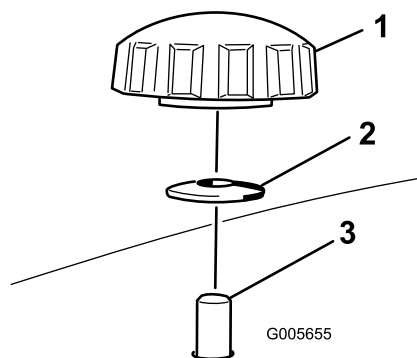
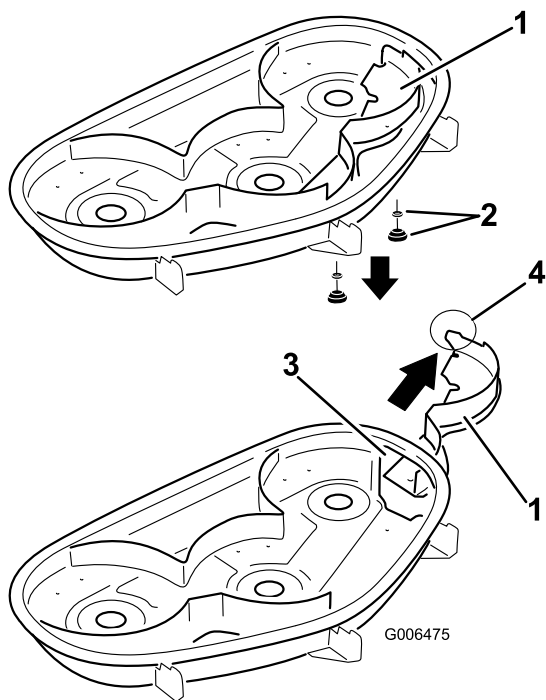

Figura 19
Figura 20
4. Togliete le 2 manopole e le rondelle curve che fissano il diaframma destro al tosaerba come illustrato nella Figura 19.
5. Togliete il diaframma destro e abbassate il deflettore dell'erba sull'apertura di scarico come illustrato nella Figura 20 e Figura 19.
4. Infilate il diaframma destro nell'apertura di scarico e fissarla utilizzando le 2 manopole e le rondelle curve (lato concavo verso il tosaerba) come illustrato nella Figura 19 e Figura 20.